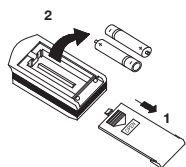

Рис. 5
- 1 Откройте крышку, нажав на знак в направлении стрелки (рис. 5).